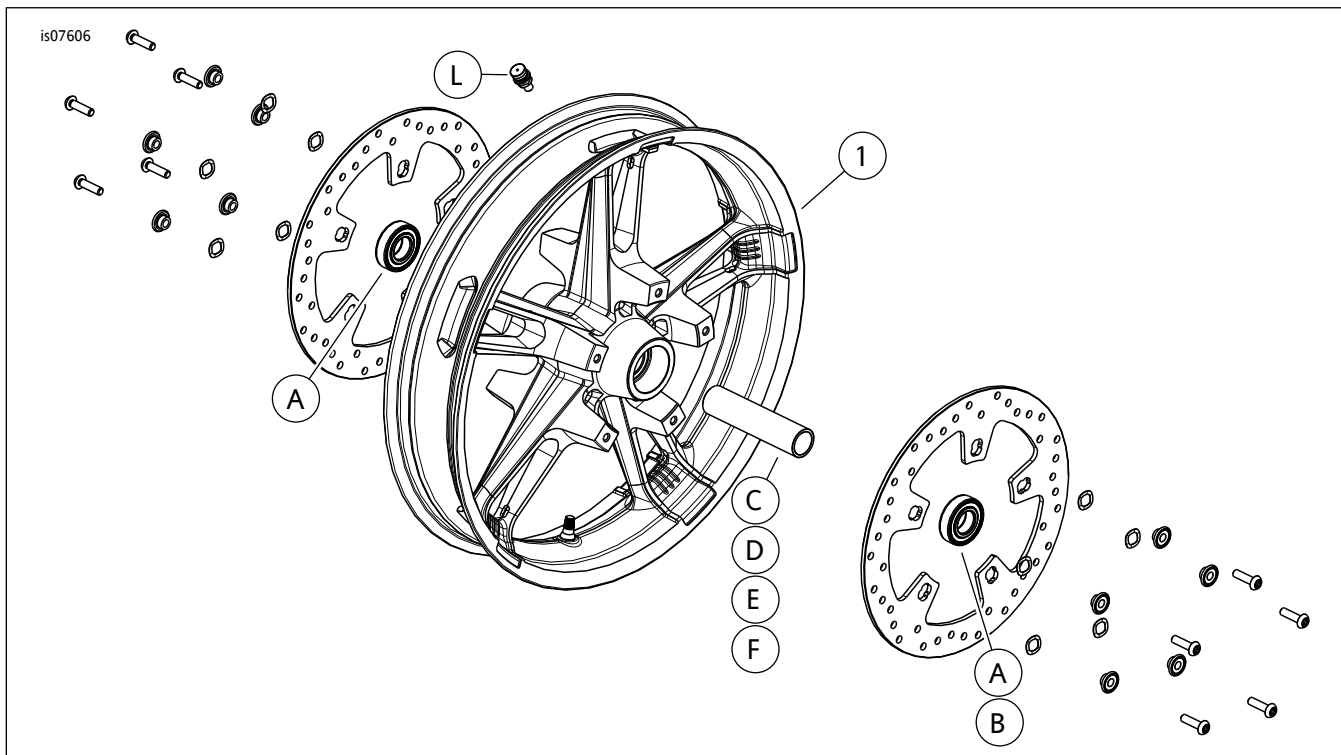

图1. 维修零件: 图示为ENFORCER前轮套件43300336。
2. 参见图1。在车轮上安装阀杆组件(N)。参阅维修手册中的“轮胎”部分。